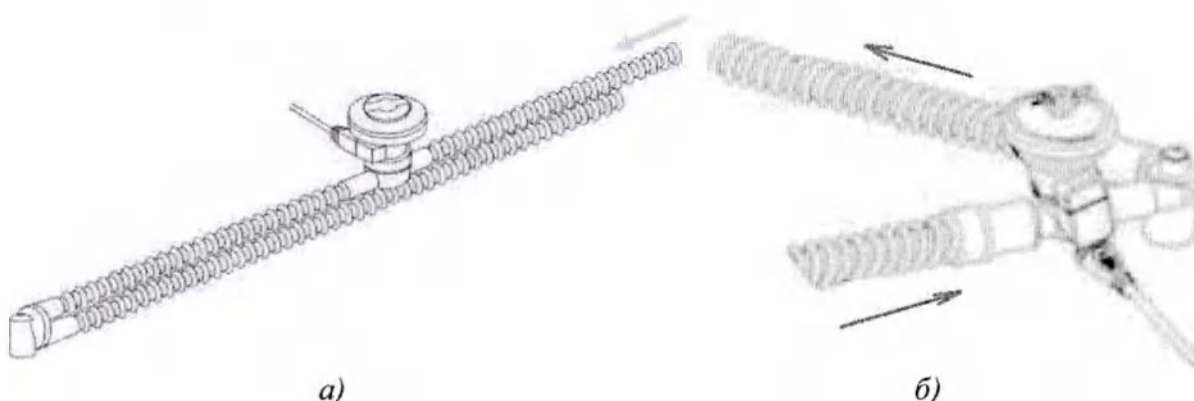

Рисунок 4.18 – Подключение микропомпового небулайзера к неонатальному дыхательному контуру:
2) С неонатальным дыхательным контуром применять генератор типа В (из комплекта поставки небулайзера), подключение возможно несколькими способами, в зависимости от используемого контура пациента (рисунок 4.18).